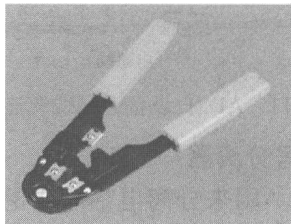
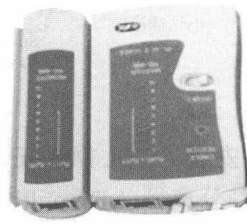

图 1-9 RJ-45 压线钳
图 1-10 测线仪
- (3) RJ-45 压线钳，主要由剪线口、剥线口、压线口组成，如图 1-9 所示。
- (4) 剥线刀，为专用剥线工具。
- (5) 测线仪。常用的双绞线测线仪由信号发射器和信号接收器组成。双方各有 8 个信号灯及 1 个 RJ-45 接口，如图 1-10 所示。